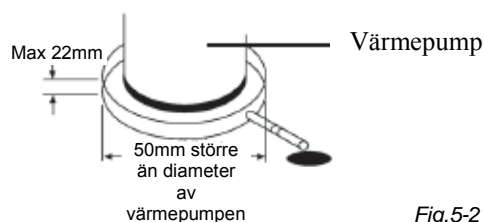

Fig. 5-2
- ♦ En blockering under dränering kan orsaka vattenläckage, därför bör man använda vattensamlaren, som det visas på Fig. 5-2.